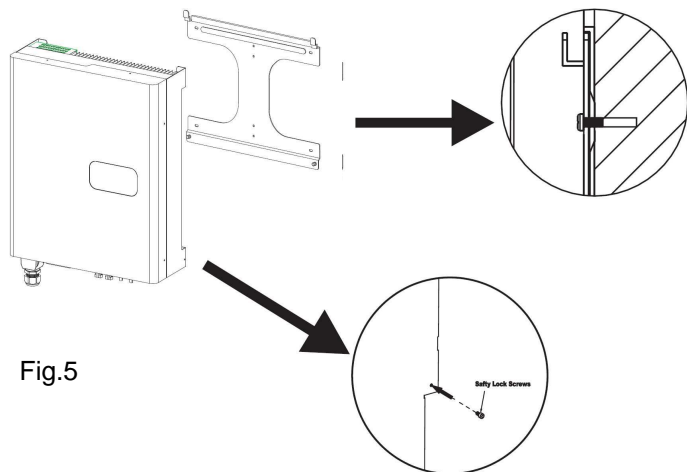

Fig.5
- Fissare le 2 viti di sicurezza negli appositi fori laterali di cui è provvisto l'apparecchio (Fig. 5).